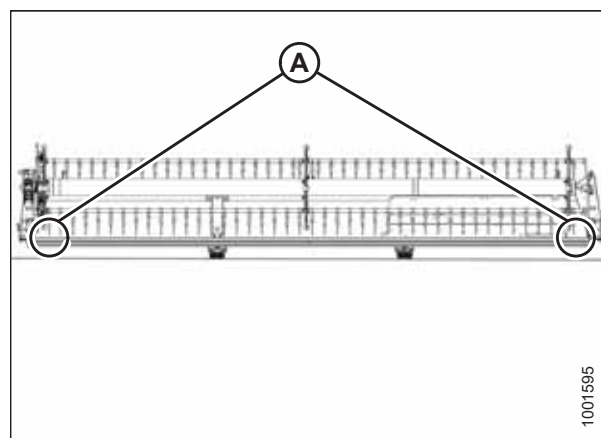

Figura 4.262: Locațiile de măsurare în cazul FlexDraper® – Rabator simplu
- Hedere cu rabator simplu: Figura 4.262, pagina 737